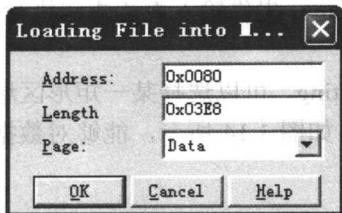
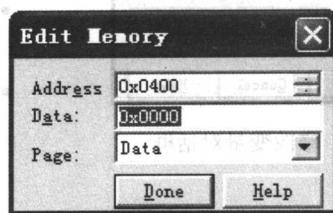

图 1.7 存储器设置对话框
图 1.8 存储器编辑对话框
- Data→Load, 将主机文件中的数据加载到 DSP 目标系统板, 可以指定存放的数据长度和地址。数据文件的格式可以是 COFF 格式, 也可以是 CCS 所支持的数据格式, 默认文件格式是.dat 的文件。当打开一个文件时, 会出现存储器设置的对话框, 如图 1.7 所示。
(2) Edit 菜单
- Memory→Edit, 编辑存储器的某一存储单元。单击该命令, 将打开如图 1.8 所示的对